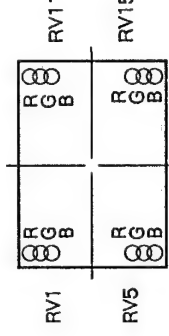

図 1-14
5. DC 基板の RV1, RV5, RV11, RV15 にて赤・緑・青のドットが重なるように調整する。(図1-14 参照)